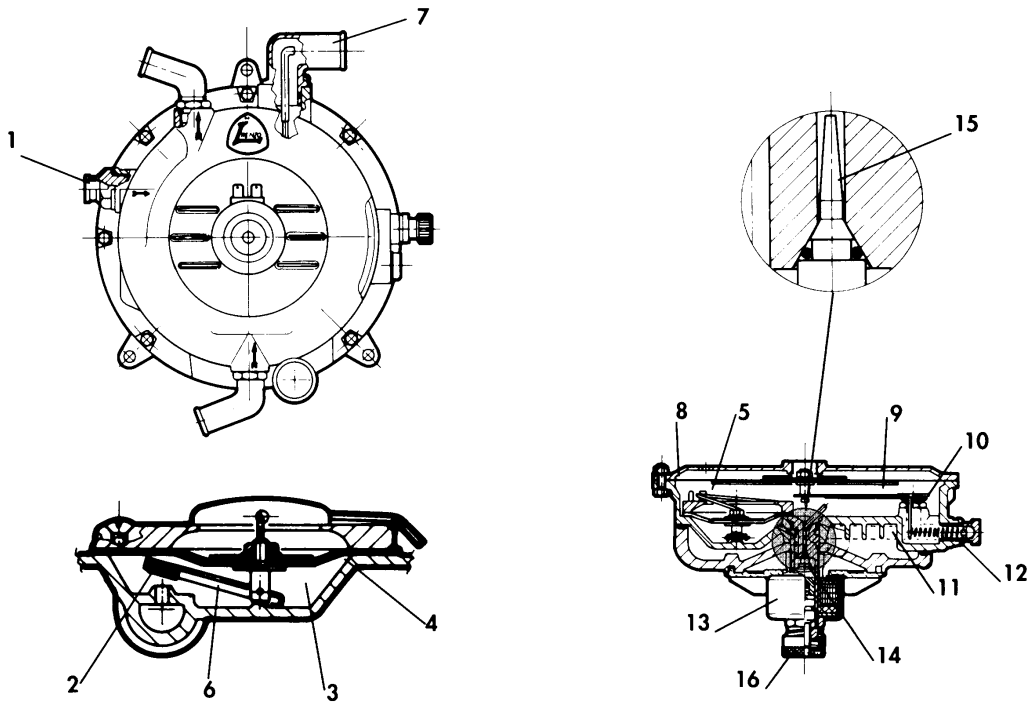

Fig. 2
2. FUNZIONAMENTO DEL RIDUTTORE(Fig. 2)